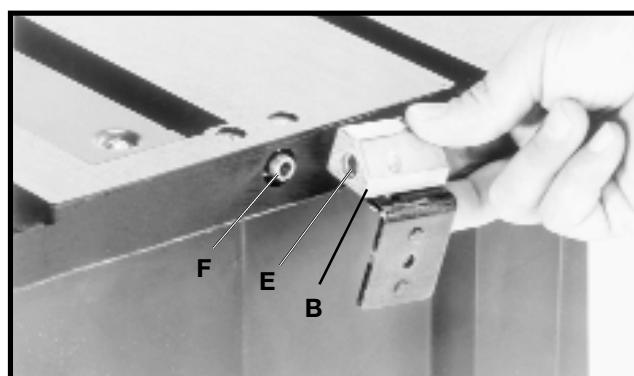
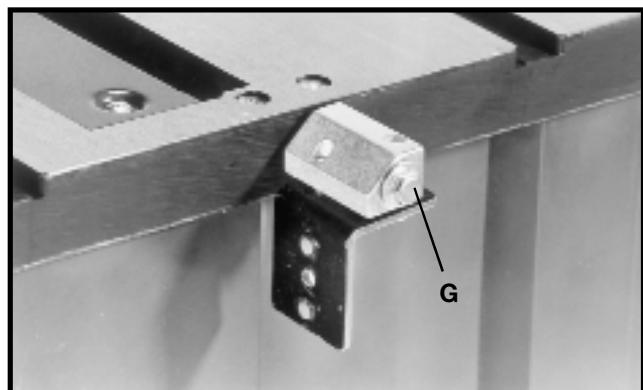

Fig. 11
Fig. 12
5. Coloque el extremo embutido (E), Fig. 11, de la abrazadera del hendedor (B) contra el extremo de la barra giratoria (F) y ajuste en su lugar utilizando el ensamblaje del PASO 4 anterior. **NOTA: no ajuste completamente el tornillo (C) en este momento.** El ensamblaje se muestra en la Fig. 12.